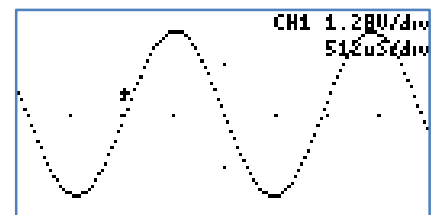

Abbildung 44: Pixel Display
- **Pixel:** Ein einzelnes Pixel repräsentiert ein Sample. Die Pixelanzeige ist hilfreich bei langsamen Sampling Raten oder in Combination mit dem Persistent-Modus. Abbildung 44 zeigt „Pixel Display“.